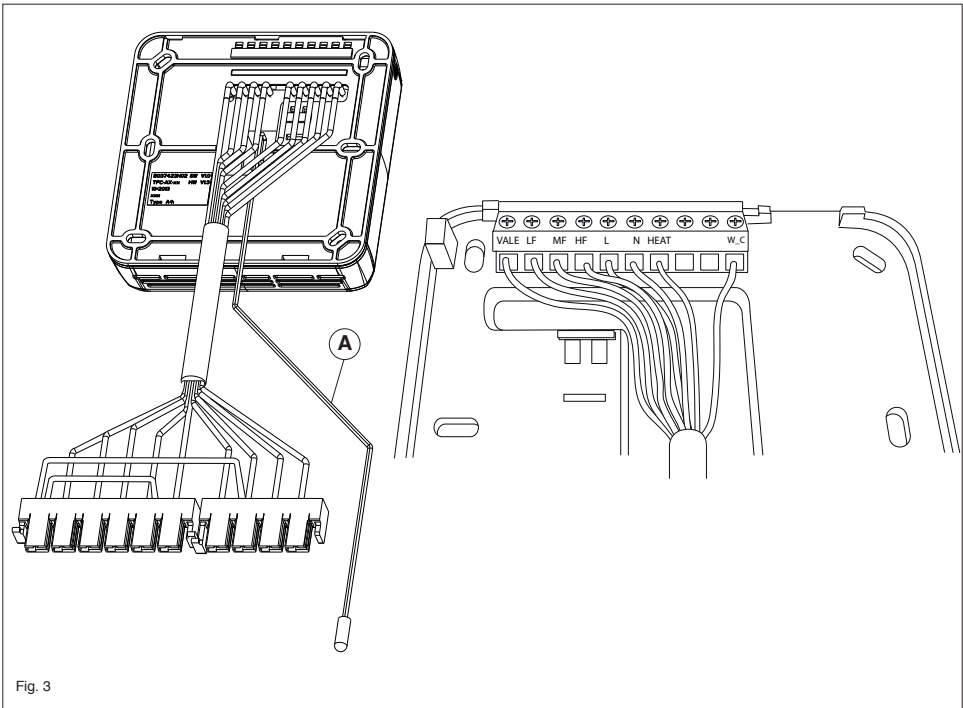

Fig. 3
- Open the electronic control and connect the cable supplied to the corresponding terminal block (fig. 3)
- Öffnen Sie die Steuerung und führen Sie die Verbindung des Kabels mit der vorgesehenen Klemmvorrichtung (siehe Abb. 3).
- Aprire il comando ed effettuare il collegamento del cavo in dotazione alla relativa morsetteria (fig. 3).
- Ouvrir la commande et connecter le câble fourni au bornier correspondant (fig. 3).
- Abrir el mando y conectar el cable suministrado al bloque terminal correspondiente (fig. 3)